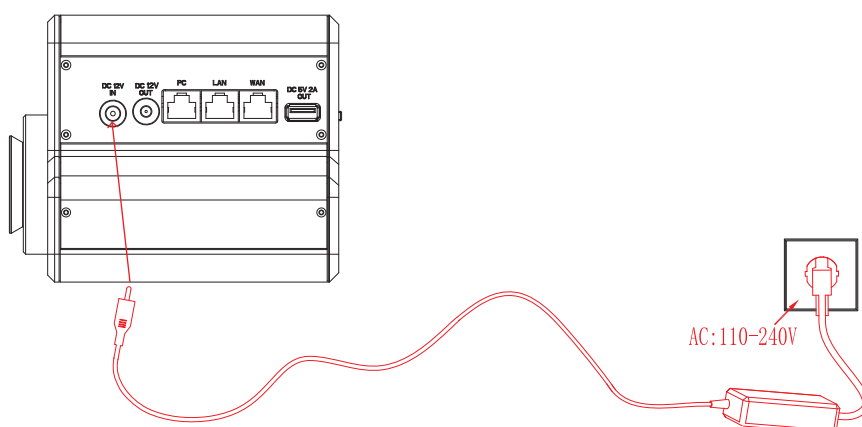

图6
(2) 电源线接口插入到互动工作站电源孔内，再把电源线插头接到110-240V交流电中，如下图6。